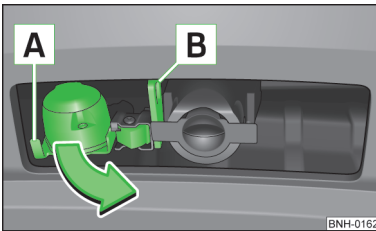

Fig. 112
- > Apucați priza cu 13 pini **A** de mâner și rabatați-o în afară, în sensul săgeții » fig. 112.
- > Apucați priza cu 13 pini **A** de mâner și rabatați-o spre interior, în sens contrar săgeții » fig. 112.
Inelul de siguranță **B** » fig. 112 servește la agățarea cablului de tractare al remorcii.